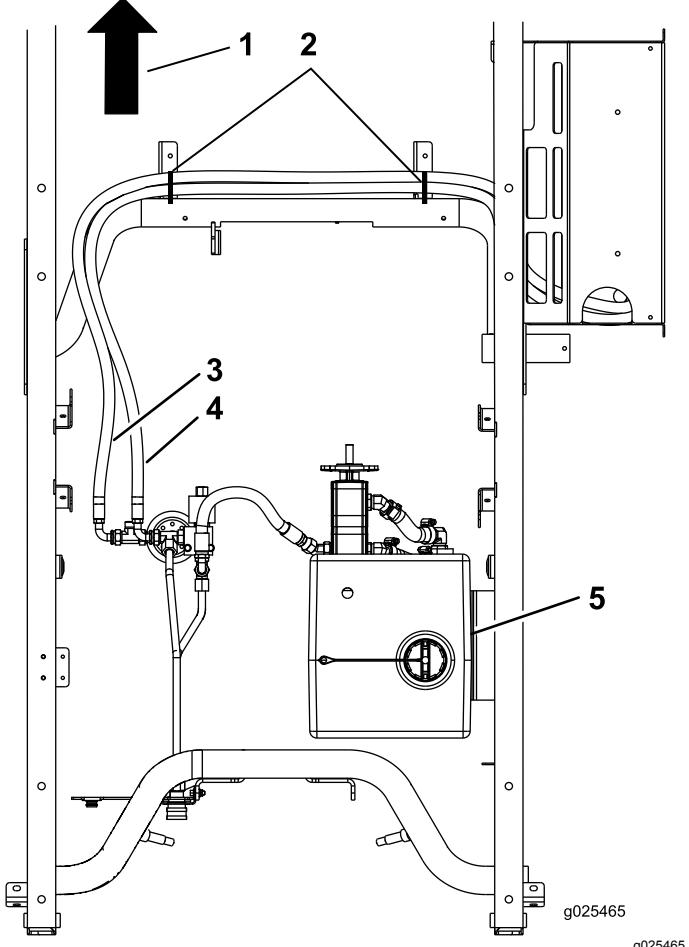

Figura 17
5. Enrute las mangas largas por el bastidor y hasta el enfriador (Figura 17).
6. Utilice las bridgas para sujetar las mangas largas (Figura 17).